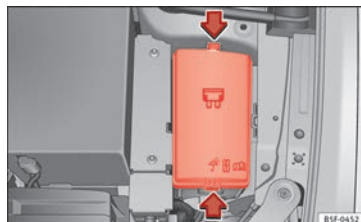

Fig. 102 Dans le compartiment moteur : cache du boîtier de fusibles.
• Appuyez sur les languettes de verrouillage pour déverrouiller le cache de la boîte à fusibles » **fig. 102**.